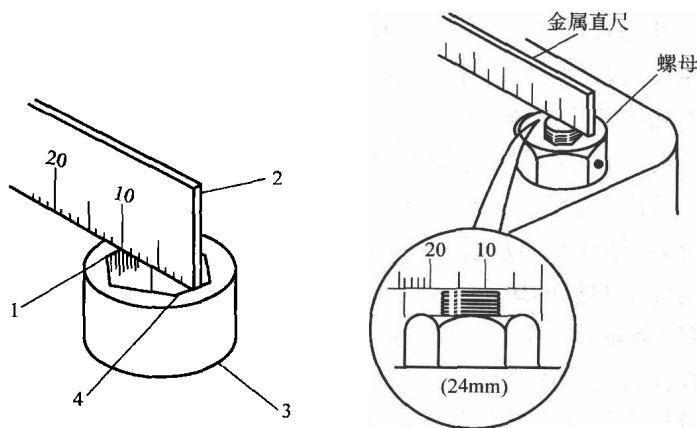

图 1-3 用金属直尺测量内六角螺母和外六角螺母
5) 测量螺母以及直边的部件时，使用金属直尺的效果较好，如图 1-3 所示。